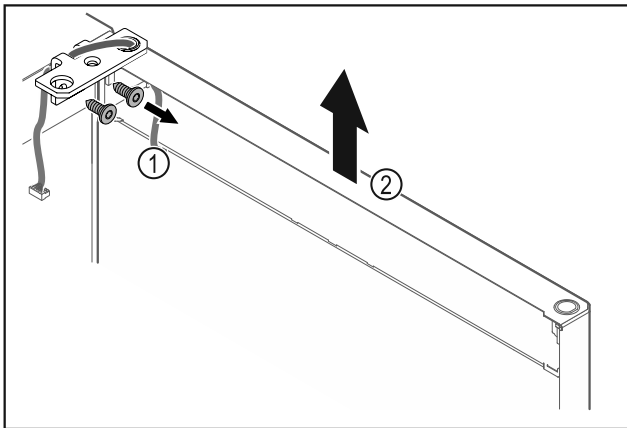

Fig. 20
- ▶ Отвинтите шарнирные уголки Fig. 20 (1).
- ▶ Дверь вместе с шарнирными уголками поднимите строго вертикально вверх Fig. 20 (2) приблизительно на 200 мм и снимите.